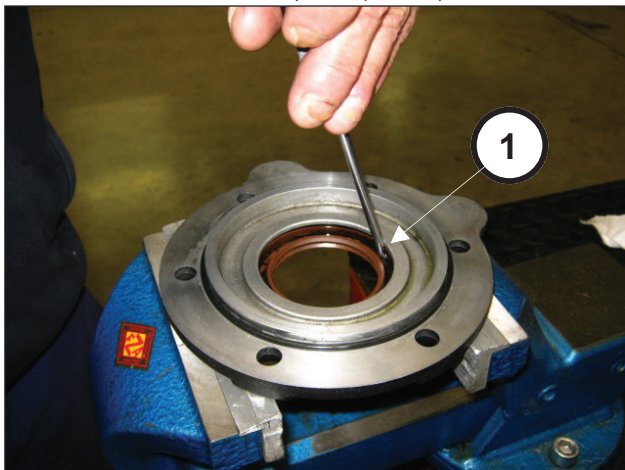

Abb. 9
Ziehen Sie den Ölabstreifring von der Innenseite des Deckels aus dem Ritzeldeckel heraus (Pos. ①, Abb. 9).